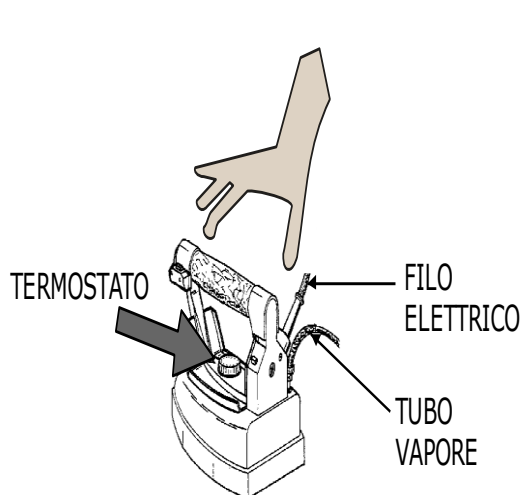

Fig. 5
6. Accendere l'interruttore della caldaia (fig. 4 A), l'interruttore del ferro (fig. 4 B) e portare il termostato del ferro da stiro sulla posizione "cotone" (fig. 5).
4. Per la stiratura a secco si può regolare il termostato (fig. 5) sulle varie posizioni, secondo il tipo di tessuto che si vuole stirare (fare riferimento quindi alle indicazioni
3. il tubo vapore e il filo del ferro da stiro ogni qualvolta risultino danneggiati (fig. 5);